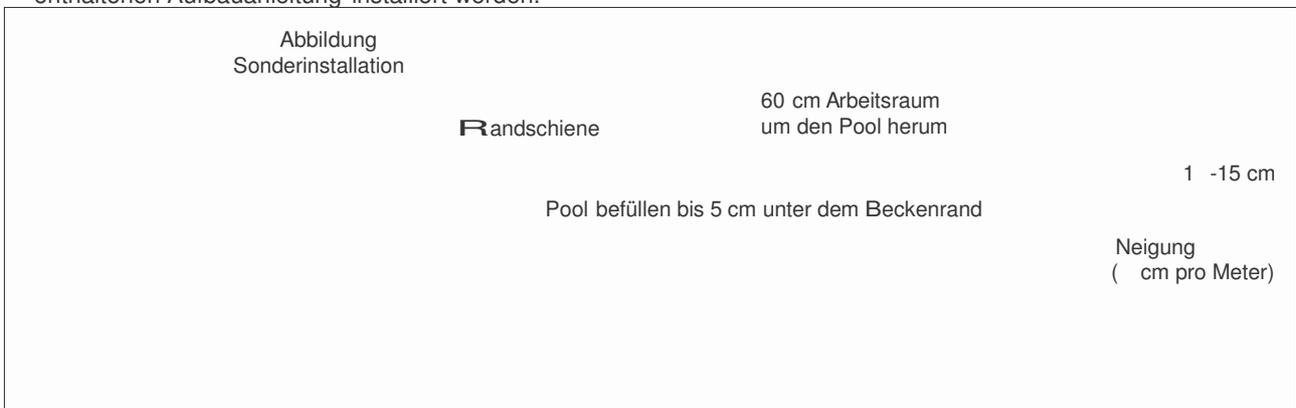

Abb. 1 – BAUMAßNAHMEN, Wenn ein Pool eingegraben wird
2. Die Tiefe des Aushubs hängt von der Höhe des Schwimmbeckens und der gewünschten Terrasse ab. Benutzen Sie die in Abbildung 1 angegebenen Maße, um zu berechnen wie tief der Aushub sein muss.